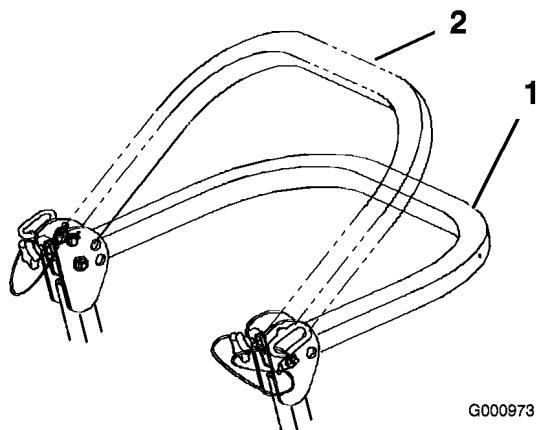

Figure 7
- Abaissez l'arceau de sécurité à la position la plus basse. La position abaissée est à deux niveaux (voir Figure 7).